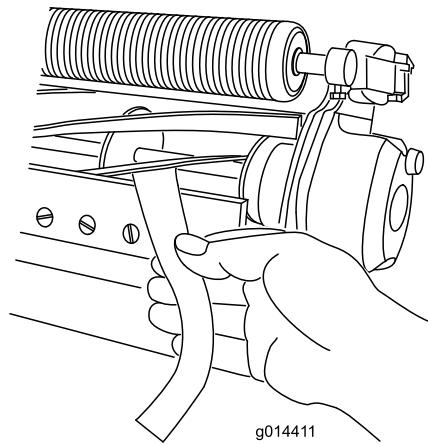

Bild 5
3. Führen Sie an einer Seite der Spindel einen langen Streifen Papier zwischen der Spindel und dem Untermesser ein (**Bild 5**). Drehen Sie die Einstellschraube des Untermesserträgers, während Sie die Spindel langsam vorwärts drehen, nach rechts (am selben Ende der Spindel), jeweils um einen Klick, bis das Papier fest gehalten wird, wenn Sie es von vorne parallel zum Untermesser einführen. Wenn das Papier gezogen wird, sollten Sie einen leichten Widerstand spüren.
5. Vergewissern Sie sich nach dieser Einstellung, dass die Spindel Papier einklemmen kann, das von vorne eingeführt wird, und Papier schneiden kann, das senkrecht zum Untermesser eingeführt wird (**Bild 5**).